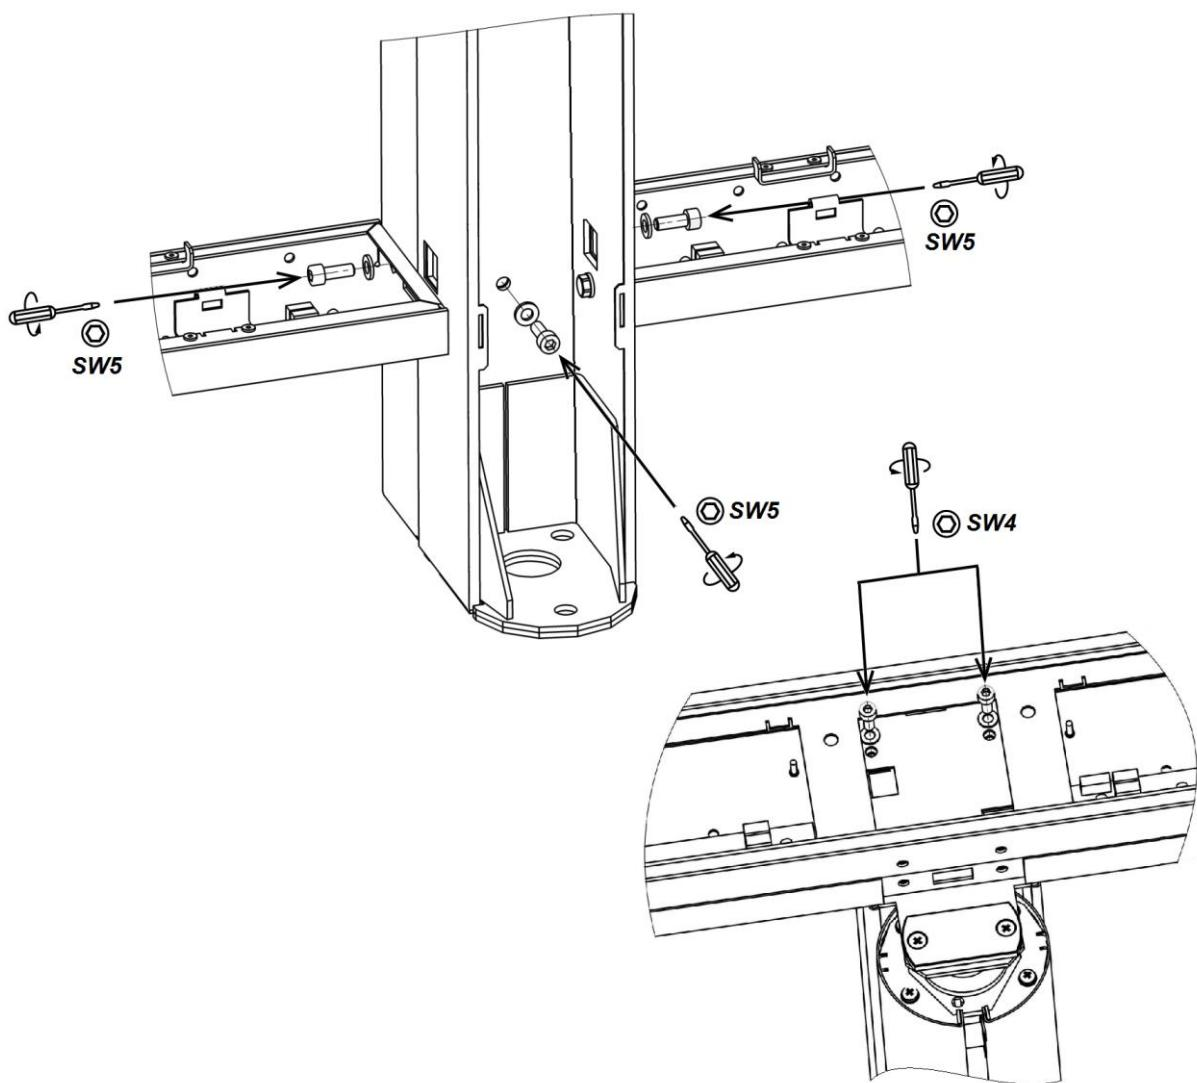

Рисунок 31. Демонтаж задней панели центральной стойки
1. Снимите верхнюю крышку секции (10) (см. разд. 8.9.6) и две защитные пластины.
2. Снимите блок индикации на центральной стойке (3) (см. разд. 8.9.5).
3. Снимите кожух створки (4) (см. разд. 8.9.4).
4. Снимите кожух центральной стойки (5) (см. разд. 8.9.1).
5. Снимите обе крышки нижнего короба (14) (см. разд. 8.9.7).
6. Для секции **PERCo-ST-01**: Снимите заднюю панель центральной стойки (6). Для этого открутите 2 винта M6×16 (под шестигранный ключ SW5) в нижних коробах, один винт M6×16 (под шестигранный ключ SW5) в нижней части центральной стойки и два винта M5×12 (под шестигранный ключ SW4) в верхнем коробе (см. рис. 31).